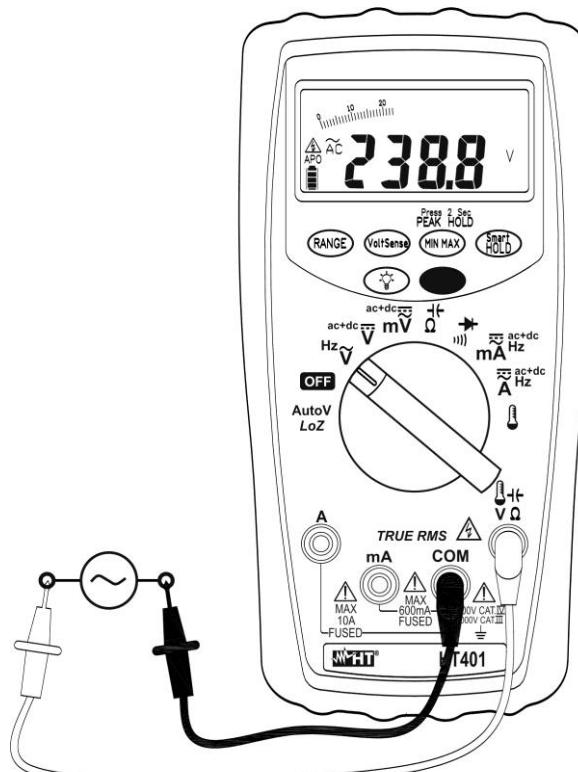

Fig. 3 : Mesure de Tension AC
5. Positionner l'embout rouge et l'embout noir respectivement dans les points à potentiel positif et négatif du circuit sous test (voir la Fig. 3). La valeur de tension est affichée